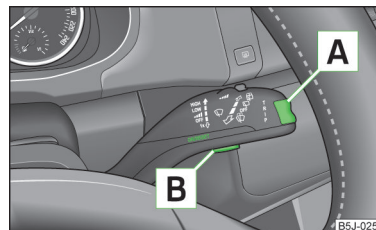

Fig. 24
- » Meniul principal **MAIN MENU** (meniul principal) se activează prin apăsarea lungă a tastei basculante **A** » fig. 24.
- Dacă pe afișaj sunt afișate mesaje de avertizare, acestea trebuie confirmate prin apăsarea scurtă a tastei **B** » fig. 24, pentru a apela meniul principal.
- Dacă pe afișajul MAXI DOT se afișează mesaje de avertizare, acestea trebuie confirmate cu tasta » fig. 24 la pagina 33, pentru a apela meniul principal.